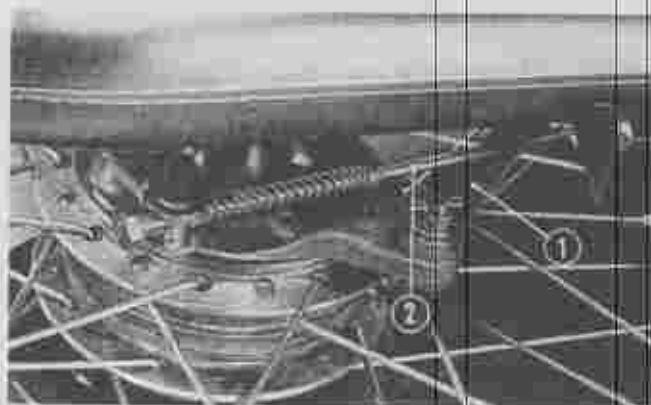

Fig. 75 ① Blokkeerarm achterremankerplaat
⑥ Achteras afstandbus ⑦ Remankerplaat ⑧ Remschoen ⑨ Borgplaat ⑩ Olie dichting 27-40-5
⑪ Leger, 6205 ⑫ Lager, 6301 ⑬ Lager, 6301R
- 1) Maak de remankerplaat-blokkertrekstang aan de ankerplaat los en maak de remstang los. (Fig. 75)